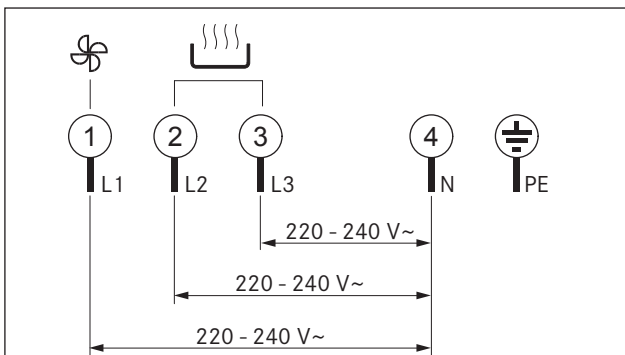
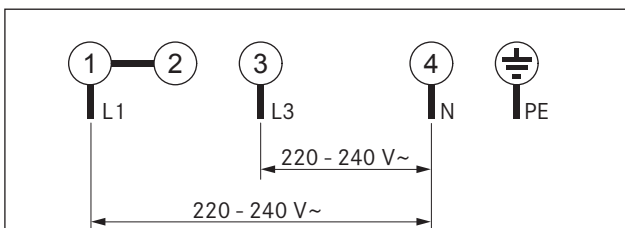
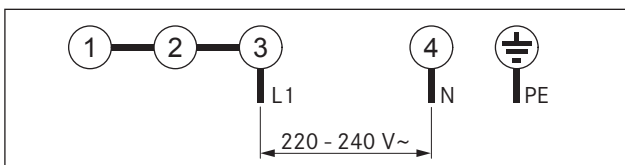

Fig. 6.36 Schema di collegamento Collegamento 3 fasi
Fig. 6.37 Schema di collegamento Collegamento 2 fasi
Fig. 6.38 Schema di collegamento Collegamento 1 fase
► Collegare il cavo di collegamento alla rete secondo il rispettivo schema di collegamento (Fig. 6.36, Fig. 6.37, Fig. 6.38) alla presa di alimentazione [2] del piano di cottura con aspiratore per piano cottura.
- Fissare le clip fermacavi [3] nei fori previsti (1) sul lato sinistro o destro per condurre i cavi all'indietro.